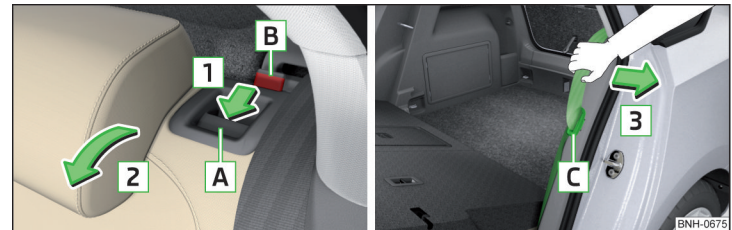

Abb. 69 Sitzlehne vorklappen / Bereitschaftsstellung des Sicherheitsgurts
- › Die Schlosszunge **C** des Sicherheitsgurts in die Öffnung in der Seitenverkleidung stecken - Bereitschaftsstellung » **Abb. 69.**
- › Den äußeren Sicherheitsgurt **C** zur Seitenverkleidung in Pfeilrichtung **3** ziehen » **Abb. 69.**